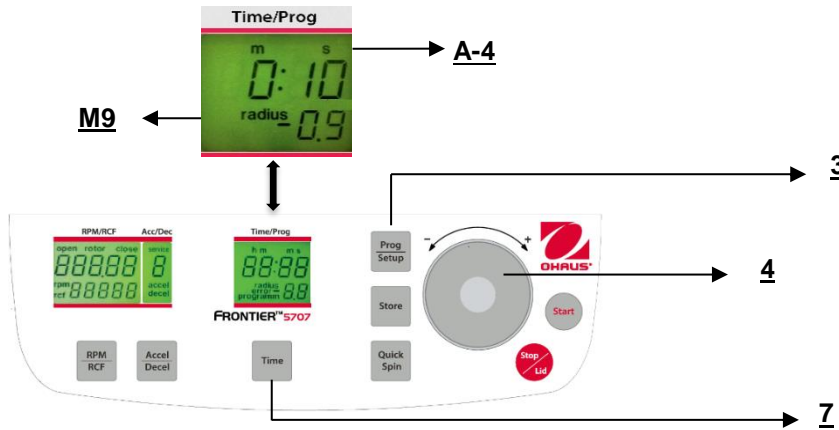

Figura. 19
Cierre la tapa, luego presione el botón "Time" (7) (vea la Figura 19) y el botón "Prog/Setup" (3) al mismo tiempo y manténgalos presionados.